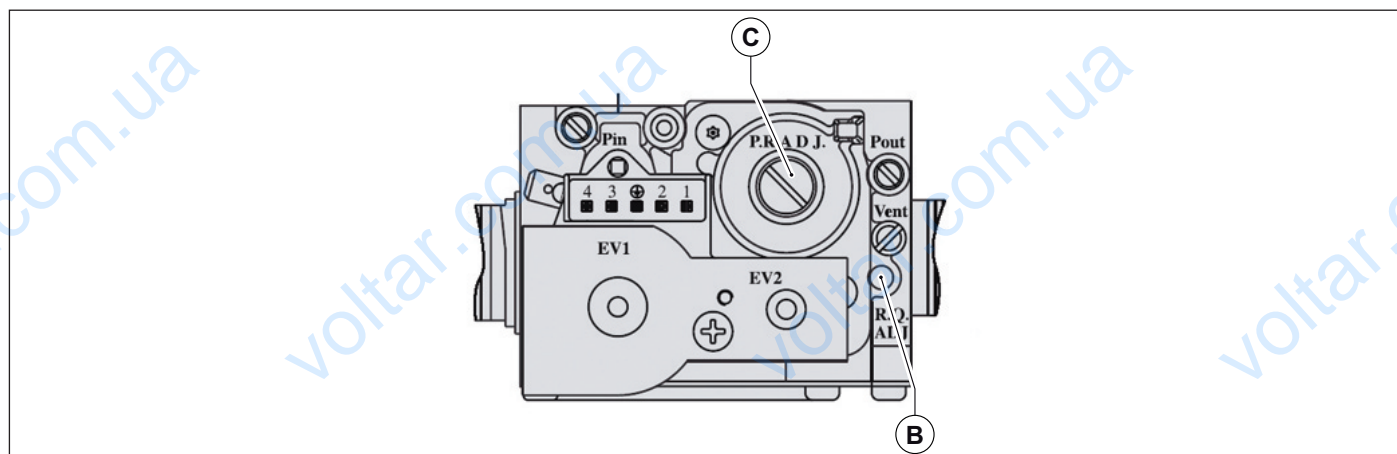

Рис. 24 Регулировка уровни содержания углекислого газа
- Отрегулировать уровень содержания углекислого газа (CO2) в дымовых газах с помощью соответствующего регулятора **B** (смотри Рис. 24 Регулировка уровни содержания углекислого газаи удостовериться, что его величина находится в пределах, указанных в Табл. 11 Содержание CO2 в дымовых газах. Не выключая режим "трубочист", перейти к следующему этапу — регулировке минимальной мощности.
- Отрегулировать уровень содержания углекислого газа (CO2) в дымовых газах, вращая регулятор «offset» **C** (смотри Рис. 24 Регулировка уровни содержания углекислого газаи удостовериться, что его величина находится в пределах, указанных в Табл. 11 Содержание CO2 в дымовых газах.